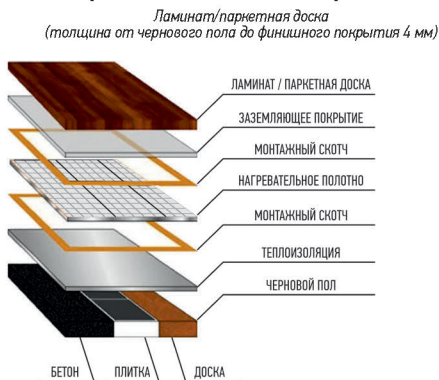
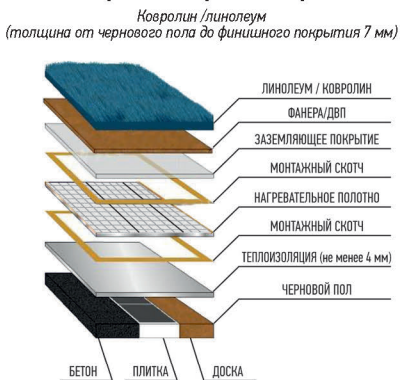

Рис. 2
Рис. 3
5.1. Варианты монтажа под различные напольные покрытия – рис. 2 и рис. 3
5.4.22. Протестируйте систему обогрева. Включите систему и установите температуру пола на терморегуляторе не более 35 °С. Проверьте нагрев каждой полосы теплого пола. Убедившись в исправной работе нагревательных элементов, отключите систему. Накройте нагревательное полотно заземляющим покрытием (приобретается отдельно), закрепив его при помощи скотча, после чего подключите его к заземлению (рис. 2, стр. 4).
5.4.23. Под линолеум и ковровин поверх заземляющего покрытия необходимо уложить фанеру или ДВП толщиной не менее 3 мм (рис.3, стр. 4). Монтажные элементы (гвозди, шурупы) стр.4. должны находиться между токоведущими шинами нагревательного полотна. Для этого при укладке полотен сделайте на стене отметки, указывающие на места соединения полотен, свободные от токоведущих элементов, а также от черных нитей. После укладки фанеры или ДВП, с помощью отбивочного шнура, перенесите разметку на поверхность материала.